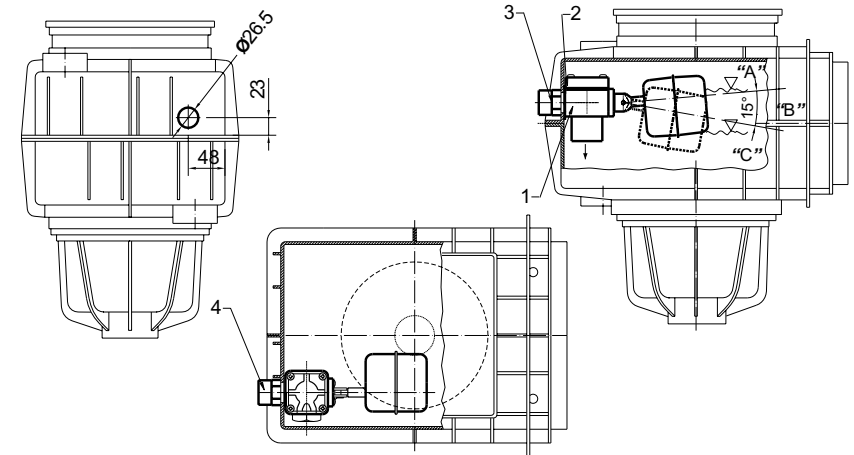

Abb. 31.2
Einbau des Mectron-Ventils (einfach, zweifach) (Abb. 31.2)
- ✓ Bohren Sie an der vorgegebenen Stelle (Abb. 31.2) in der Rückwand des Skimmers eine Bohrung  $\bar{R}$  26,5 mm Durchmesser.
- ✓ Für die Befestigung des MECTRON-Ventils (Art. 2051 bzw. 2052) stecken Sie einen Übergangsnippel (3) mit der Gewindeseite zum Skimmer von außen in die dafür vorgesehene Bohrung ( $\bar{R}$  26,5 mm).
- ✓ Schieben Sie nun die Dichtung (2) von innen über das Gewinde, halten Sie das Ventil mit einer Hand fest und mit der anderen Hand drehen Sie den Übergangsnippel (3) fest.